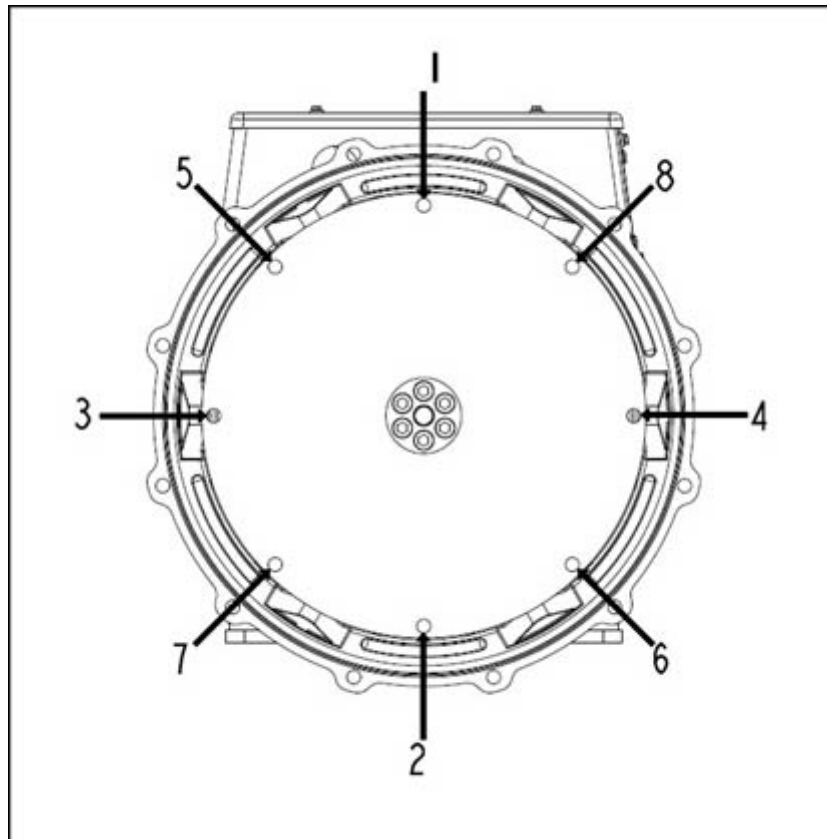

FIGURE 22. SÉQUENCE DE FIXATION À LA ROUE VOLANTE
10. Serrer les vis pour fixer le disque d'accouplement au volant dans l'ordre indiqué sous Figure 22 à la page 39.